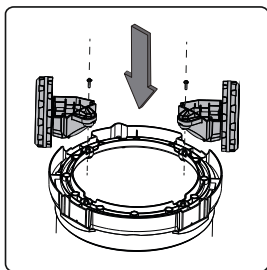

Рис. 3
2. Переверните пылесос. Вставьте два задних колеса и два передних ролика в пазы до щелчка. Закрепите их с помощью прилагаемых винтов (рис. 3 и 4).